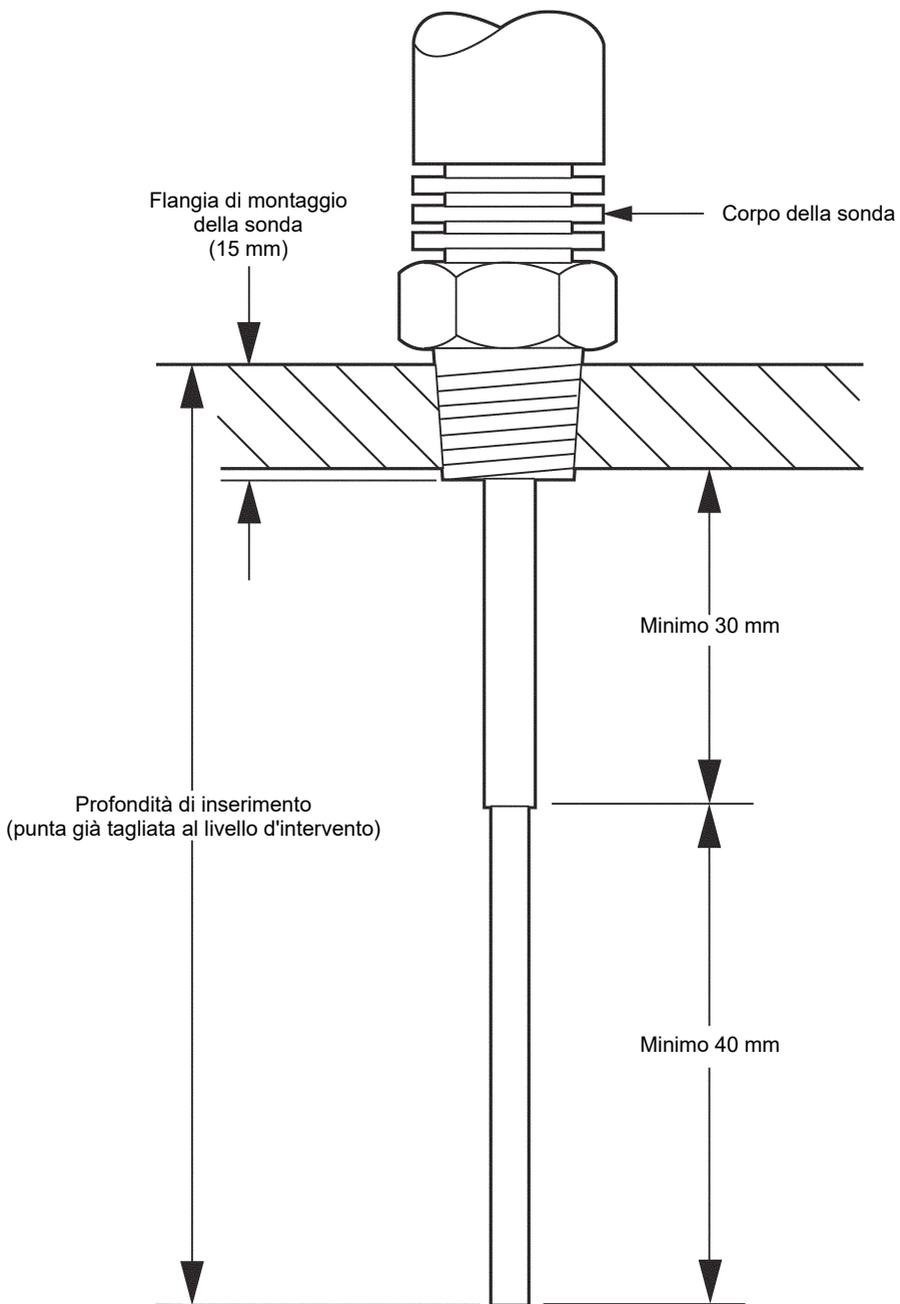

Fig. 3 - Installazione della sonda
- Riportare questa misura di livello sulla punta della sonda; a partire dall'estremità inferiore del corpo, togliere 15 mm alla misura della profondità di inserimento (per tener conto della filettatura dell'attacco) e segnare la posizione di taglio sulla punta; prima di procedere al taglio con un seghetto a lama sottile per metalli (Fig. 3), effettuare un'ulteriore verifica. Successivamente eliminare le sbavature dalla punta.